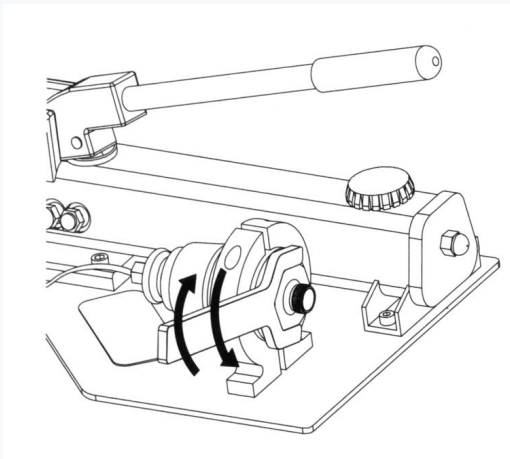

Рис. 2. Снятие/установка штампа
- 2 С помощью специального ключа выкрутите ранее установленную оправку против часовой стрелки из обжимной головки (см. Рис. 2).
- 4 Установите выбранную оправку в обжимную головку по часовой стрелке до контакта торцов оправки и корпуса. Затем слегка дотяните ключом (см. Рис. 2).